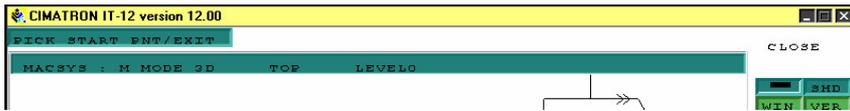

Рисунок 39
28. Указываем стартовую точку обработки (рис.39).